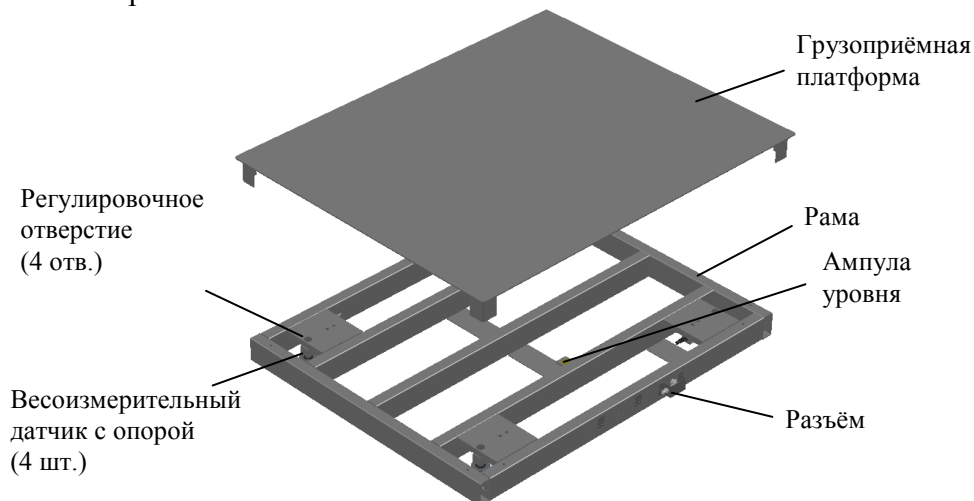

Рис. 4.1 - Модуль взвешивающий 4D-P
- 4.1.1 Модуль состоит из рамы, на которой установлены четыре цифровых весоизмерительных датчика с опорами, и грузоприёмной платформы (Рис. 4.1).